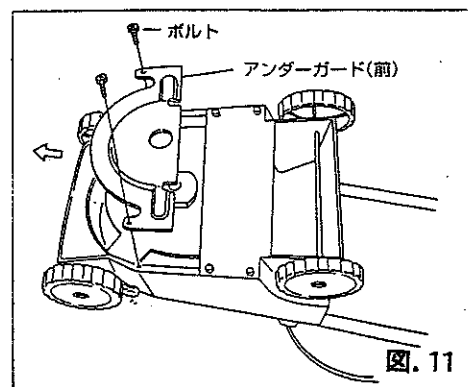

図. 11
- (1) 刈刃の交換の際には、必ずスイッチボックスのロックレバーを「LOCK」にし、電源プラグをコンセントから抜いて安全を確認してから行って下さい。
- (2) フレームカバー上部にスコープが取り付けられています。これにより、モーターの回転及び刈刃の回転が外部から一目で確認できますので、刈刃の回転が完全に停止したことを確認してから行って下さい。
- (3) 刈刃は刈払機用替刃φ230mm×4枚刃を使用して下さい。
- (4) ボルト2本を緩めて、アンダーガード（前）を前方向（矢印）にずらすように取外して下さい。（図. 11）